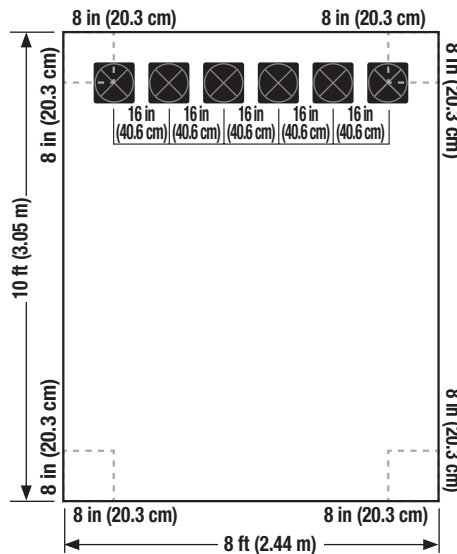

Imagen 32
- Una vez que el primer pedestal esté nivelado, comience a colocar los 5 pedestales adicionales en esa fila como se muestra en la *imagen 32*. Con un nivel de 24 in (61 cm) o más, marque un incremento de 16 in (40.6 cm). Cada pedestal se debe colocar a 16 in (40.6 cm) medidas desde el centro en cada extremo. Comience en el primer pedestal y suba o baje cada pedestal adicional para que esté nivelado con el primer pedestal que colocó.